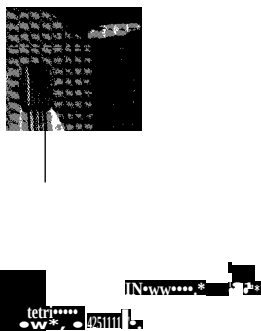

Fig. 67 Retrait du siege a l'aide de la poignée
- Retirez le siege hors du verrouillage par le haut a l'aide de la poignée = fig. 67.